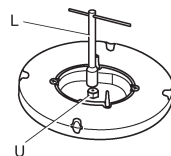

Fig.8
- Con una chiave diritta L svitare l'ugello U (fig.8) e sostituirlo con quello corrispondente.